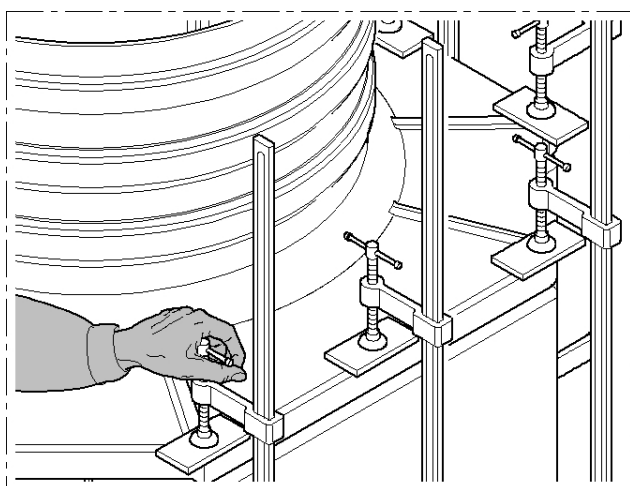

Fig. 5
- Durante o período de resfriamento da junta apertar ulteriormente os grampos de modo a facilitar a adesão entre os dois componentes. (Fig. 5)